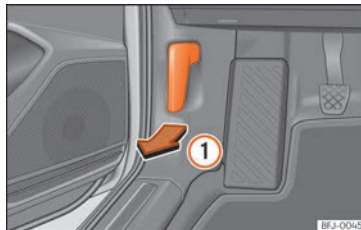

Abb. 232 Entriegelungshebel im Fahrerfußraum.
- Öffnen Sie die Tür und ziehen Sie an dem Hebel unterhalb der Instrumententafel >>> **[Abb. 232] ①**.